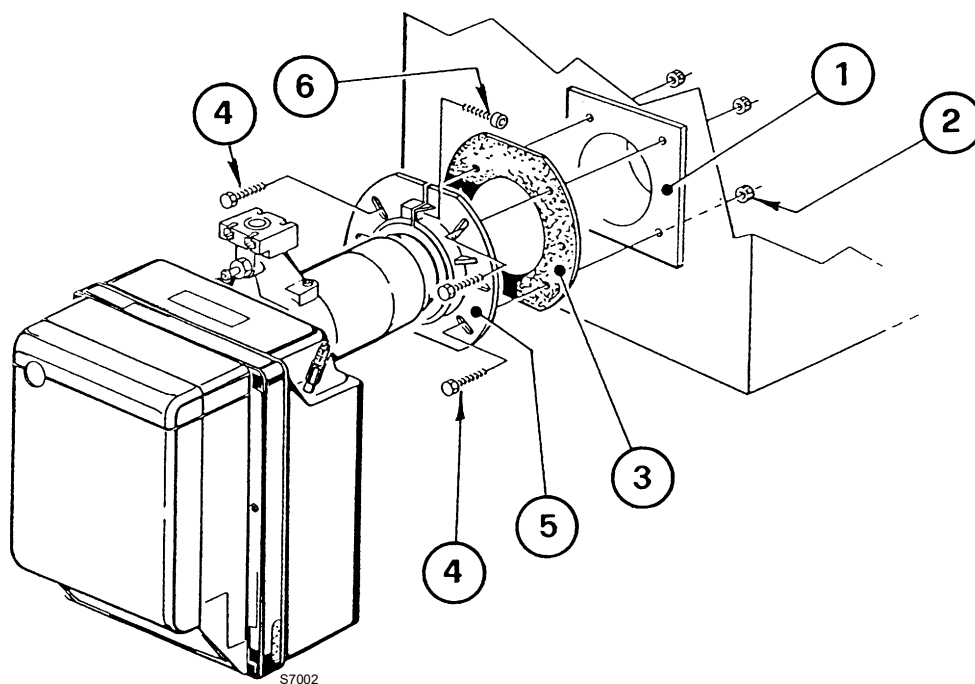

Abb. 12
- Mit den Schrauben 4) und (falls erforderlich) den Muttern 2) den Flansch 5) an der Kesseltür 1) (Abb. 12) mit der Isolierdichtung 3) montieren, aber eine der beiden oberen Schrauben 4) lockern.